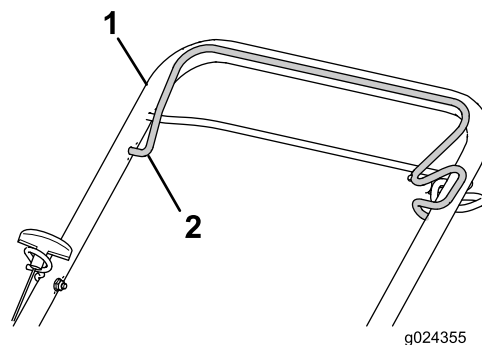

Figure 15
3. Serrez et maintenez la barre de commande de la lame contre la poignée supérieure du guidon (Figure 15).